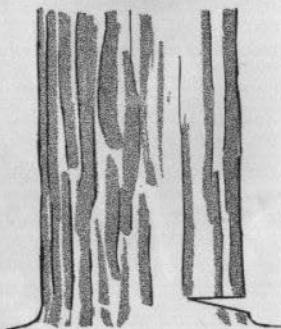

Fig 11.
2. I grova stammar som svärdet räcker igenom göres fällhugget med skjutande kedja och med så spetsig vinkel som möjligt. Sträva efter att göra det undre snittet snett uppåt och det övre snittet vågrätt. Övre snittet skall då vara i plan med det tänkta fällskäret. Se fig 11, 12 och 13.